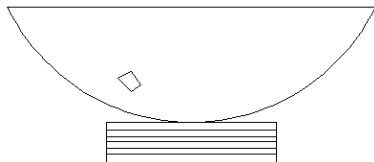

图 2-42 绘制灯罩
- (4) 重复“多段线”命令, 在灯罩上绘制一个不等四边形, 如图 2-42 所示。
- (5) 单击“绘图”工具栏中的“样条曲线”按钮, 绘制装饰物, 命令行提示与操作如下。